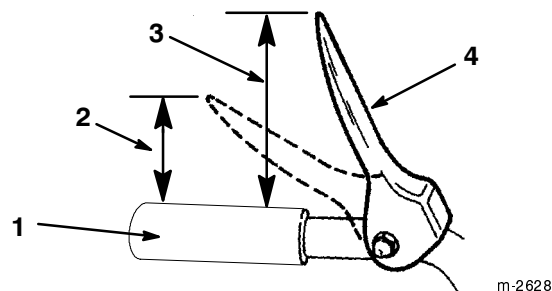

Figure 10
5. Vérifiez la distance entre l'extrémité de la manette de tarière/roue hélice et la poignée du mancheron. L'écartement doit être d'environ 10 cm (Fig. 10).
Remarque : La résistance augmente de manière perceptible lorsque la courroie devient tendue (à peu près à mi-course de la manette). Le réglage est correct si la résistance **commence** à augmenter quand le bout de la manette de commande de tarière/roue hélice se trouve à une distance de 5 cm de la poignée (Fig. 10).